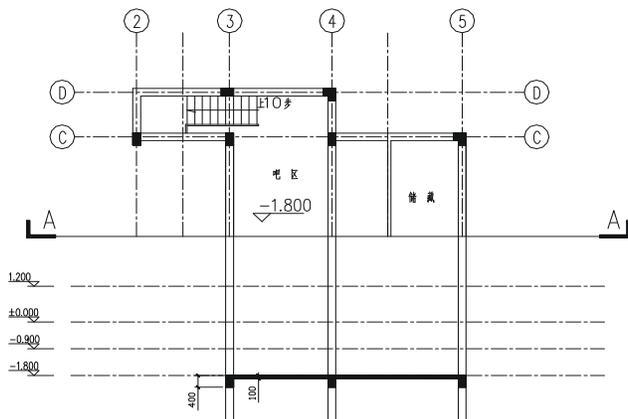

图 10-2-5
**STEP 06** 使用绘制矩形命令 RECTANG 绘制 400 高的梁和 100 厚的楼板, 再使用填充命令 BHATCH 将其填充为 SOLID 图案, 如图 10-2-5 所示。